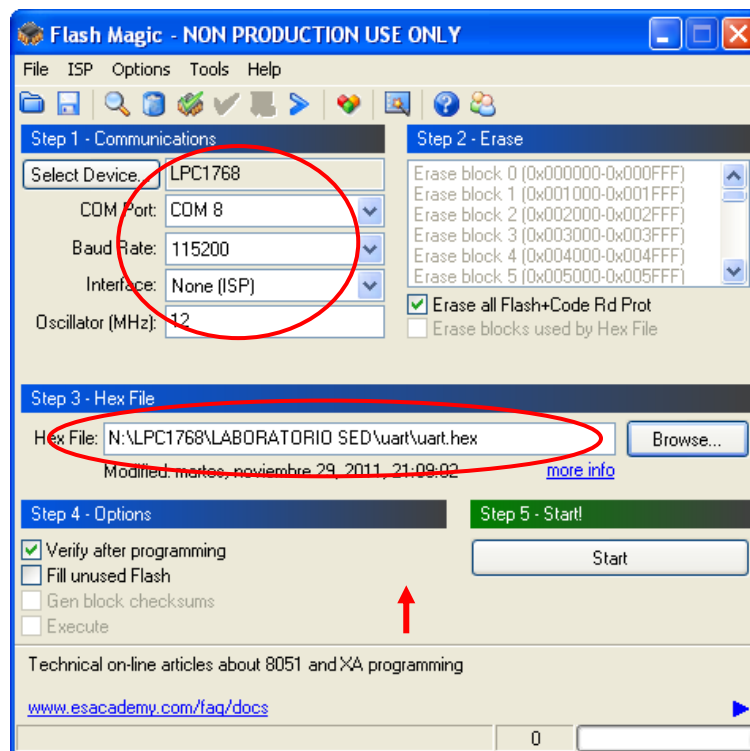

Figura 14. Carga del fichero HEX en la memoria flash de la tarjeta.
7. Pinche en **Start** para que se cargue el programa en la memoria flash del LPC1768. Observe la barra inferior derecha de la ventana que muestra el proceso de la transferencia (figura 14).